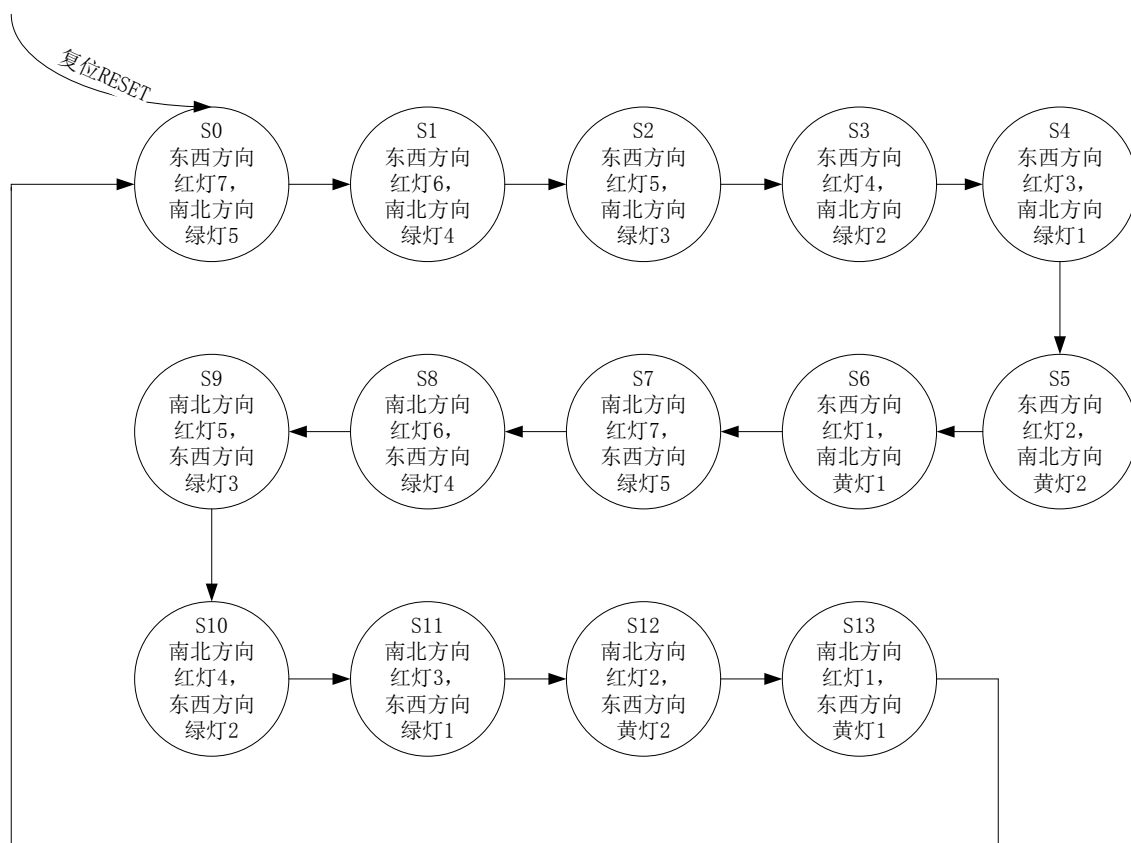

图 12-2：交通灯状态转换图
(2) 画出状态转换图，如图 12-2 所示，从图中可以看出，交通灯共有 14 个不同的状态。